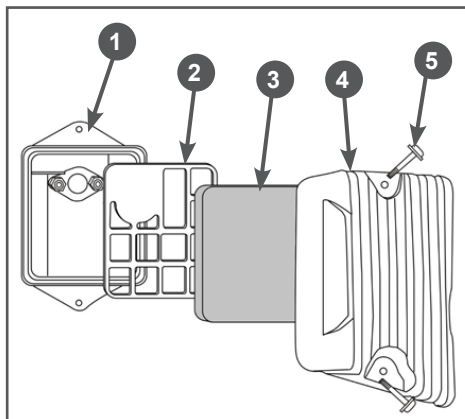

Рис. 15 Обслуживание воздушного фильтра
1. Открутите винты крепления 5 и снимите крышку 4 воздушного фильтра (Рис. 15).
2. Извлеките из корпуса 1 фильтрующий элемент 3 и сепаратор 2 (Рис. 15).
3. Проверьте целостность и чистоту фильтрующего элемента. При незначительном загрязнении промойте поролоновый фильтрующий элемент 3 (Рис. 15) теплым мыльным раствором и просушите. Поврежденный или сильно загрязненный поролоновый фильтрующий элемент замените.